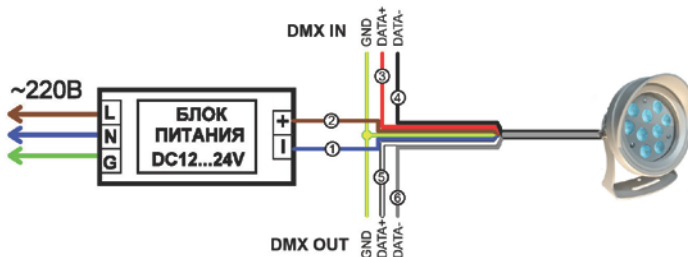

Рис.2 – Схема подключения проектора
- 4.3. Подключение проектора к ШИМ контроллеру производить в соответствии со схемой (см. рис. 2 и 3).